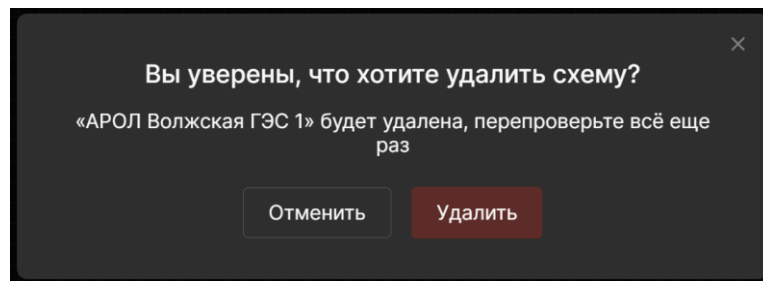

Рисунок 24. Окно подтверждения удаления
- 4) Подтвердить удаление в модальном окне (Рисунок 24).